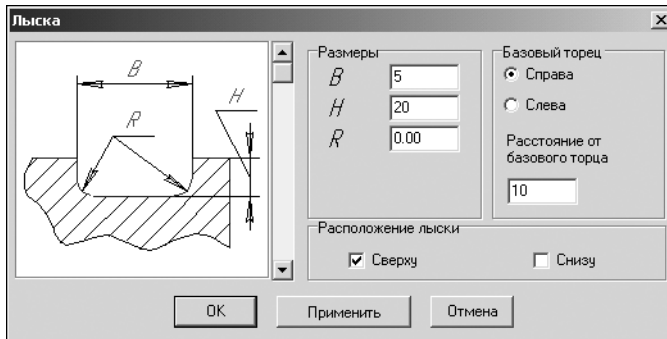

Рис. 4.35.
3. В развернутом меню дополнительных элементов выберите команду **Лыска**. Откроется окно, предназначенное для ввода параметров лыски (рис. 4.35). В левой области окна показан вид лыски по умолчанию. Чтобы выбрать другой вид, щелкните по слайду правой (или два раза левой) клавишей мыши.